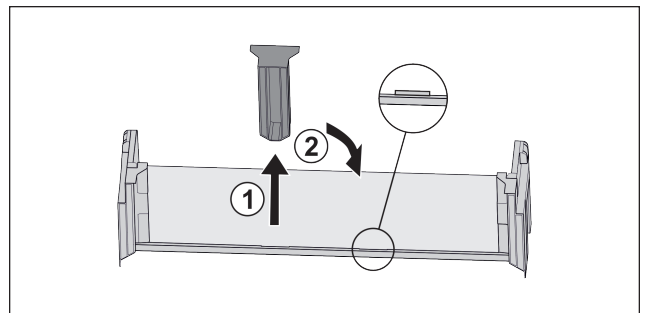

Fig. 54
► Middelste vasthoudddeel lostrekken Fig. 54 (1).
► Middelste vasthoudddeel in tweede positie inzetten Fig. 54 (2).